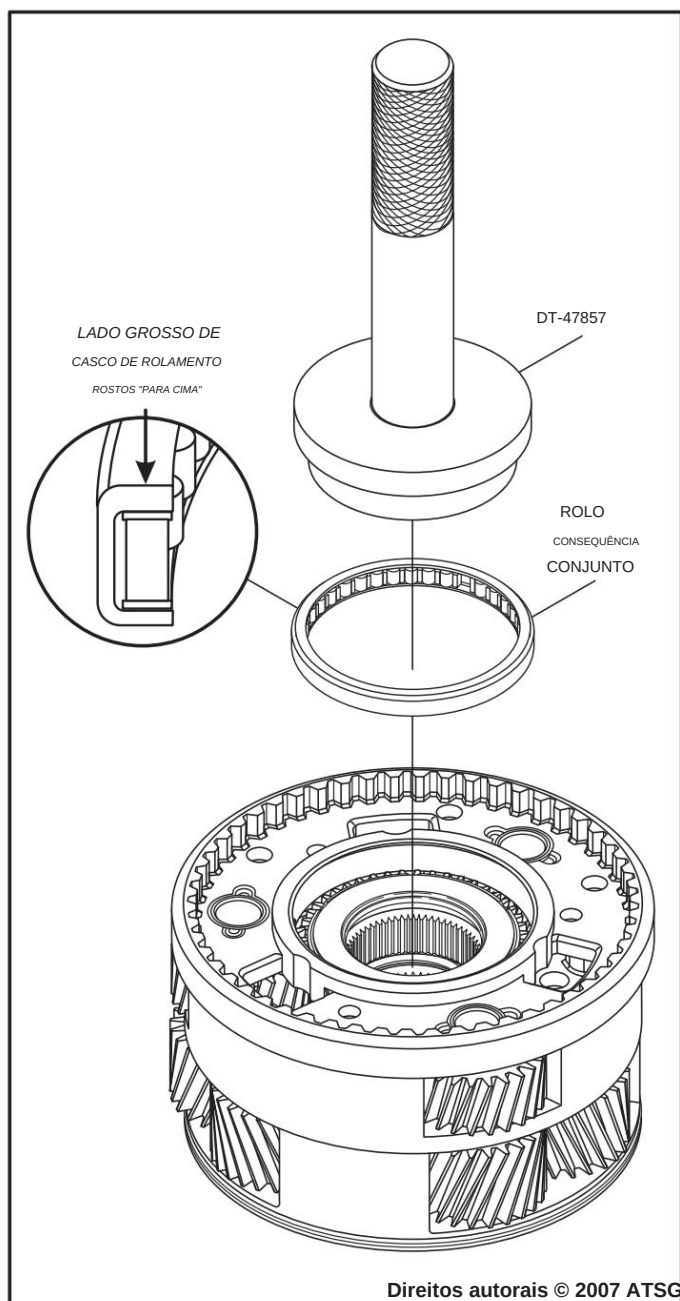

Figura 127
12. Instale um novo rolamento de rolos gaiota usando a chave adequada, conforme mostrado na Figura 127, e certifique-se de que o lado grosso do rolamento esteja voltado para cima.